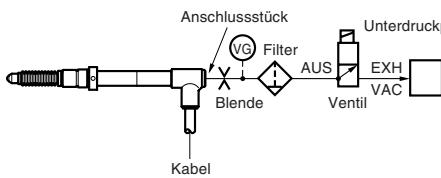
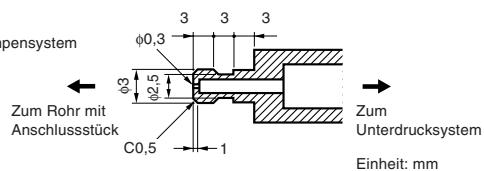

Abb. 1 Druckluftsystem
Abb. 2 Maße der Blende
- Für den Betrieb des Fühlers mit einer Unterdruckpumpe ist das Druckluftsystem entsprechend Abb. 1 anzubringen. Der optimale Druck liegt bei 40 bis 66,7 kPa. Darüber hinaus ist eine Blende (siehe Abb. 2) am vom Luftabheberanschluss kommenden Rohr anzubringen, um die Luftansaug- und Ausstoßgeschwindigkeit zu steuern. Der Fühler wird beim Luftausstoß zur Unterdruckpumpe gehoben.